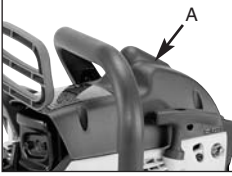

Abb. 21A
2. Retirar la cubierta (A), soltando los tornillos de fijación (fig. 21A).